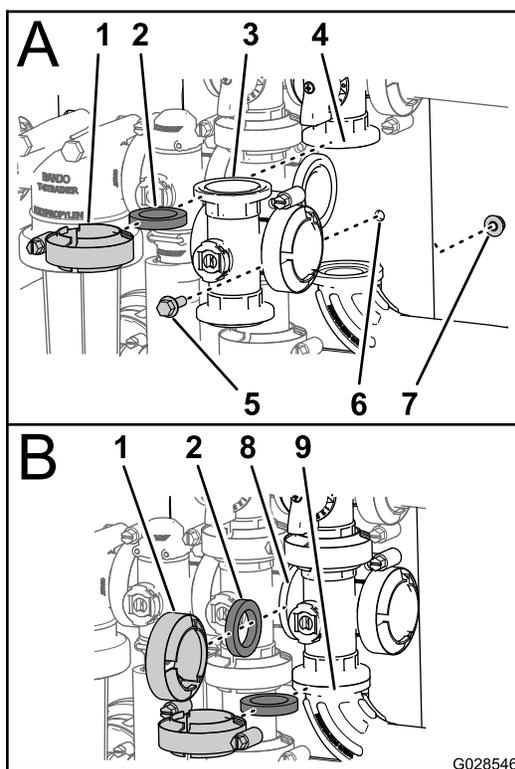

Рисунок 103
- Совместите фланец коллектора главного клапана стрелы, прокладку и фланец главного клапана перепуска стрелы (А на Рисунок 103).
- Смонтируйте коллектор главного клапана стрелы, прокладку и главный клапан перепуска стрелы с помощью хомута, затянув его от руки (А на Рисунок 103).
- Совместите фланец коллектора главного клапана стрелы, прокладку и коллектор клапана перемешивания (В на Рисунок 103).
- Установите коллектор главного клапана стрелы, прокладку и коллектор клапана перемешивания с помощью хомута, затянув его от руки (В на Рисунок 103).
- Совместите фланец коллектора главного клапана стрелы, прокладку и прямоугольный фланцевый угловой штуцер (на конце шланга расходомера; см. В на Рисунок 103).
- Смонтируйте коллектор главного клапана стрелы, прокладку и прямоугольный фланцевый угловой штуцер с помощью хомута, затянув его от руки (В на Рисунок 103).